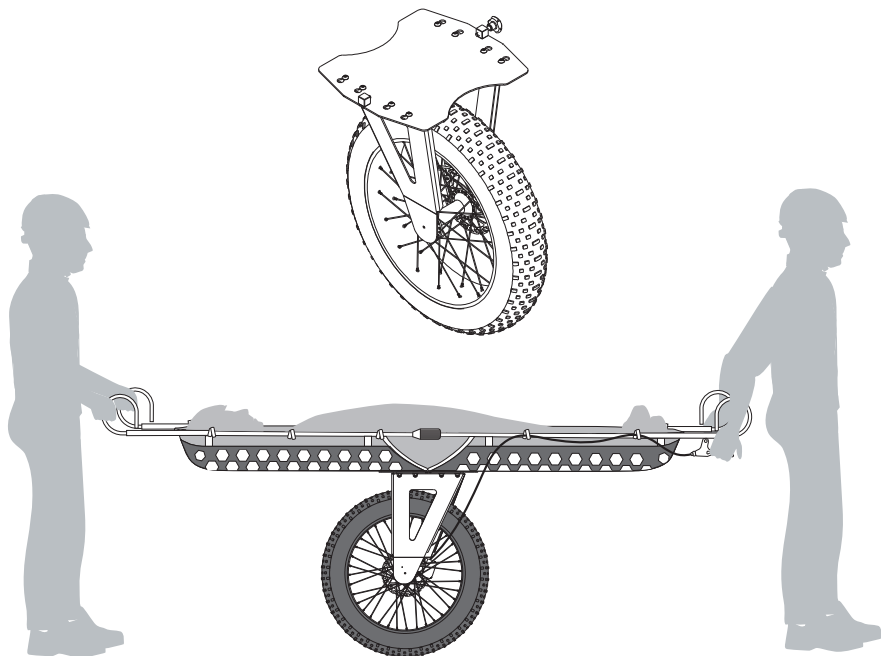

Fig.5
- c) Ruota, per agevolare la movimentazione su sentieri pianeggianti e mulattiere (fig. 5).